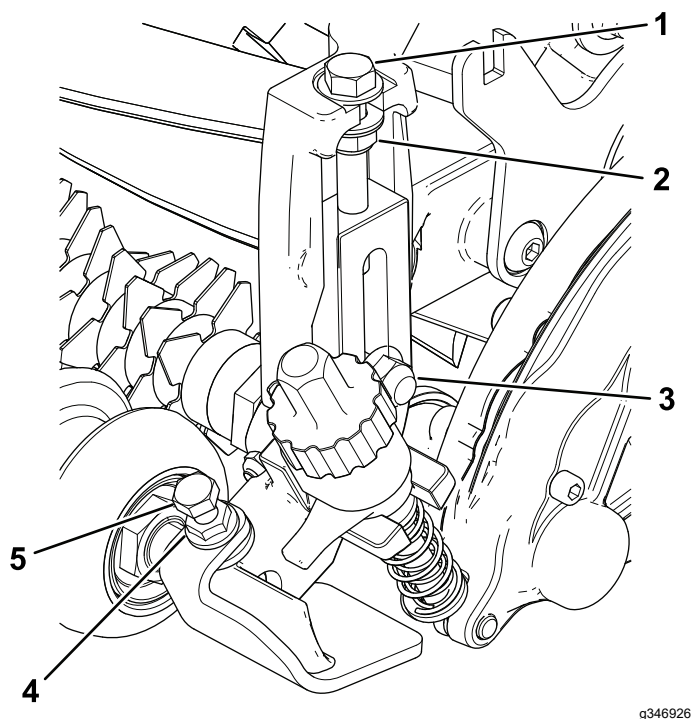

図 13
5. 刈高ブラケットアセンブリをサイドプレートに固定しているキャリッジボルトとロックナットを外す図 13。
6. 刈高調整ボルトについているロックナットを締めつけ、締め付け位置から $\frac{1}{2}$ 回転戻す 図 13。
7. 前ローラを、左右の刈高ブラケットの間にセットし、キャップスクリューとフランジナットで固定する 図 13。